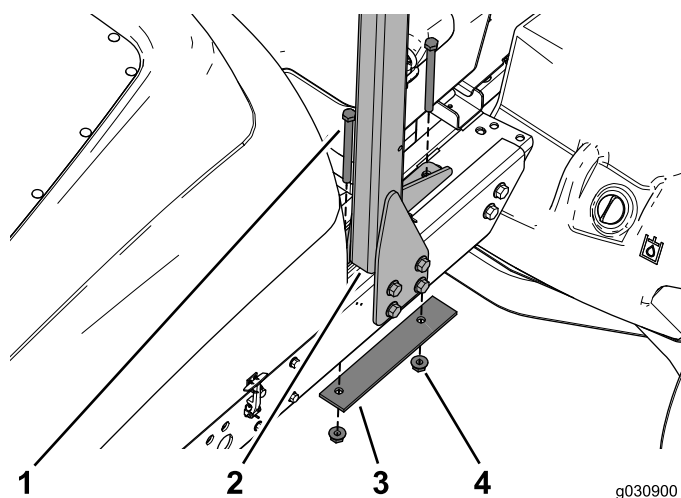

Figura 5
6. Retire a placa da cablagem e o compartimento da bateria para permitir retirar os dois parafusos, a placa de reforço e porcas flangeadas que prendem o ROPS à parte superior da estrutura (Figura 5).